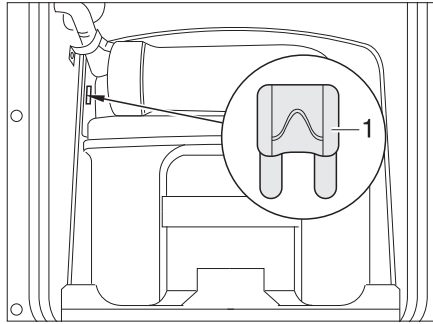
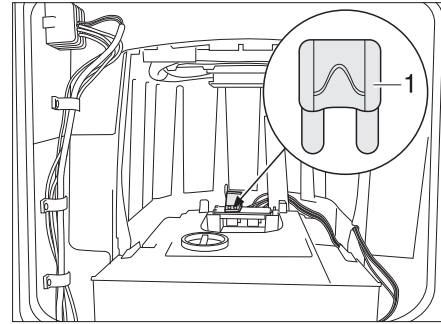

Fig. 182 Fusible des toilettes Thetford
Fig. 183 Fusible des toilettes Thetford (alternative)
- Changer le fusible (Fig. 182,1 ou Fig. 183,1).